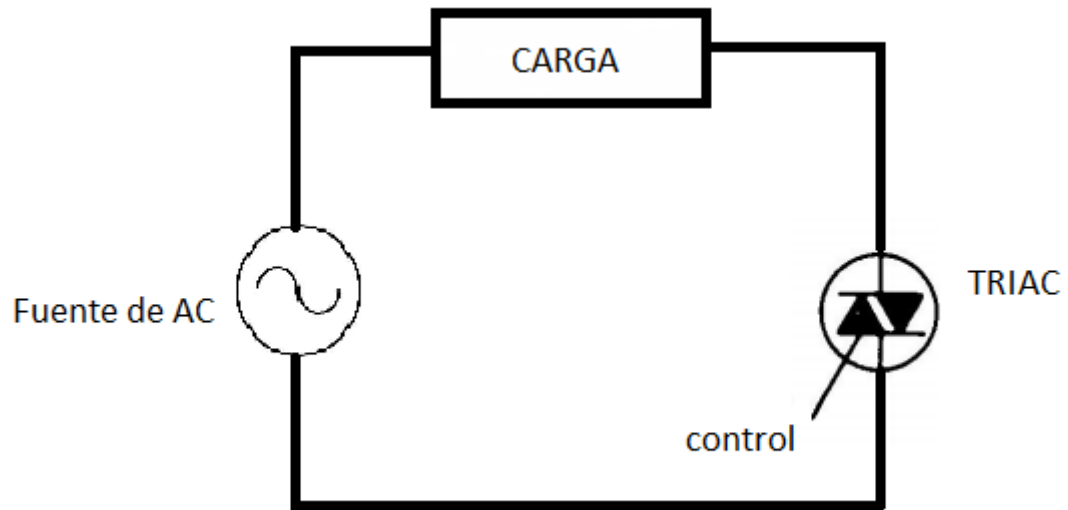

Figura 5. Diagrama de conexión con TRIAC
5.- Construya el circuito visto en clase con un triac (Figura 5) para prender y apagar un foco de 60 watts. Compare la operación de este circuito con el desarrollado en el punto 4 con respecto al consumo de corriente, costo, seguridad y durabilidad.